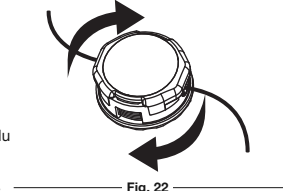

Fig. 22
3. Tenez le couvercle du dessus (celui avec les flèches) et tournez la tête de coupe dans le sens des aiguilles d'une montre pour embobiner la ligne sur la bobine jusqu'à ce qu'il ne reste plus que 12,7 cm (5 pouces) de ligne dépassant de chaque côté de la ligne de coupe. (Fig. 22)